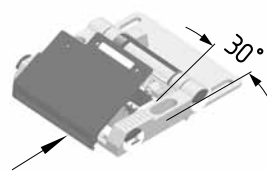
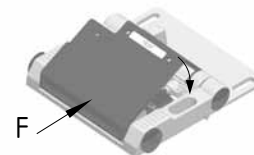

Fig. 2
Fig. 3
5. Pressionar firmemente a tampa do invólucro • aprox. 30° obliquamente sobre os ressaltos de retenção (Fig. 2) e, ao mesmo tempo, pressionar para baixo (Fig. 3)